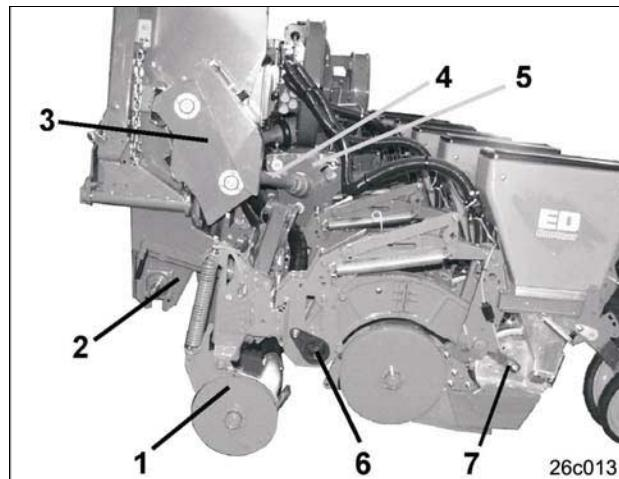

Рис. 27
Привод дозирующих дисков высевающих аппаратов производится от приводных колес (Рис. 27/1) через:
- цепную передачу (Рис. 27/2)
- 36-ступенчатый механический регулирующий редуктор (Рис. 27/3).
- карданный вал (Рис. 27/4) и
- вторичную передачу с реверсированием (Рис. 27/5).
Передачу усилия от приводного вала высевающих аппаратов (Рис. 27/6) на дозирующий диск берет на себя центральный привод. Центральный привод состоит из шестерней и втулочно-роликовой цепи, безопасно установленной в нижней тяге (Рис. 27/7) параллелограммной направляющей.